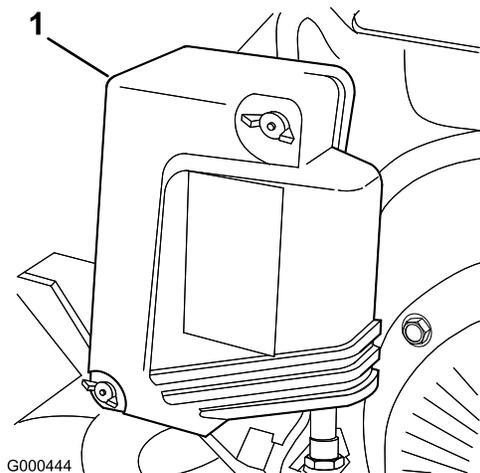

Figura 27
2. Retire las tuercas de orejeta que fijan la tapa del limpiador de aire, y retire la tapa. Limpie a fondo la tapa (Figura 27).